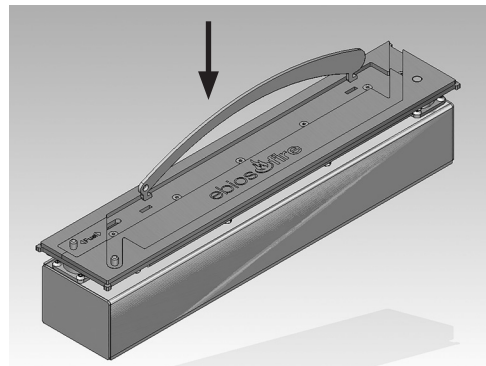
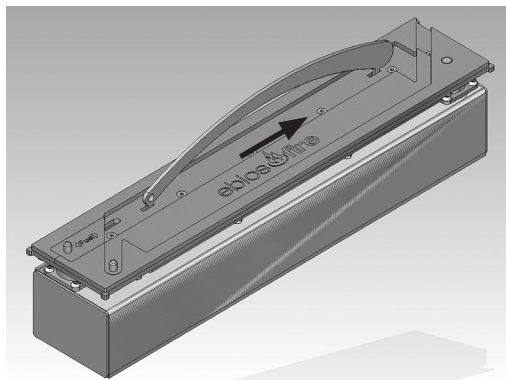

Рис. 1
Рис. 2
Туго закрутите нижние держатели для стекла (4). Теперь вставьте горелку (если это не было сделано ранее). Для облегчения установки используйте „холодную руку“. (см. рис.1 и рис. 2)